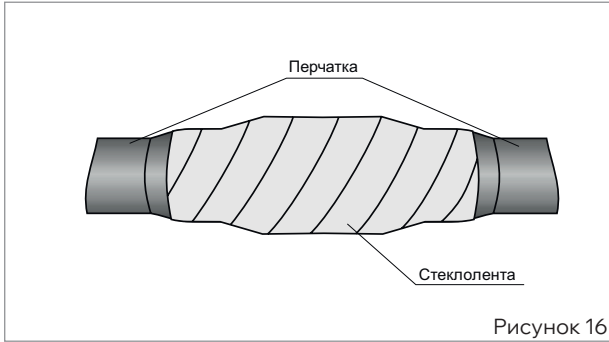

Рисунок 16
- Выполнить стягивающую намотку стеклолентой с 50%-ным перекрытием на соединении кабелей, закрыв полностью пластины уплотняющего состава, при одновременном сжатии жил друг с другом (рис. 16).